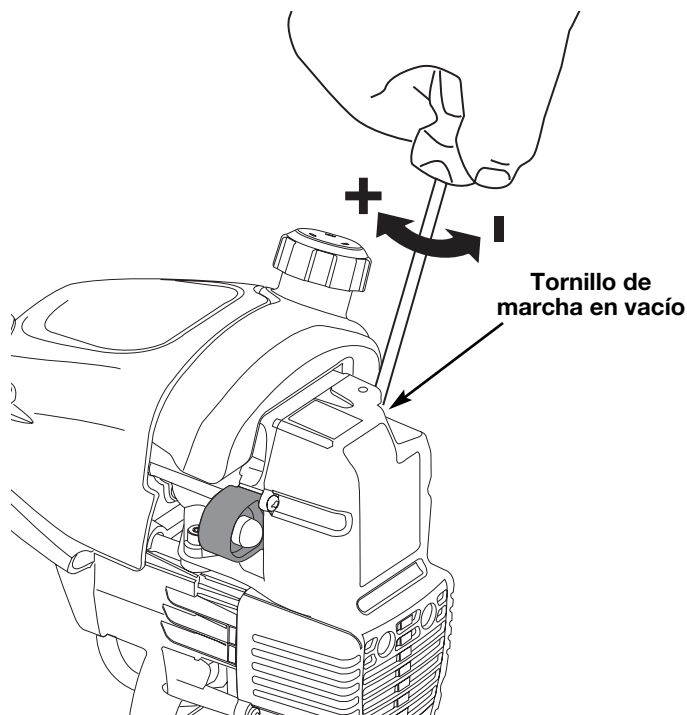

Fig. 32
La velocidad lenta del motor puede ser ajustada por la cubierta del silenciador / filtro de aire (Fig. 32).
2. Suelte el gatillo del regulador y deje que el motor funcione en marcha lenta. Si el motor se para, inserte un pequeño destornillador Phillips en el orificio de la cubierta del silenciador / filtro de aire (Fig. 32). Gire el tornillo de marcha lenta en sentido horario, de a 1/8 de vuelta por vez (según sea necesario) hasta que el motor funciona en mínima.